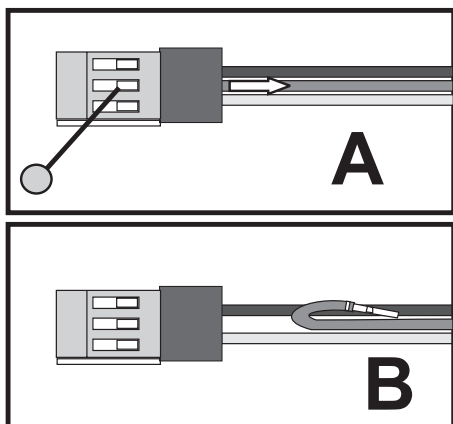

Figure 3
- Soulevez avec une épingle la languette de verrouillage du contact médian et retirez avec précaution le contact situé sur le câble de la fiche (voir figure 3 A).
- Pliez ensuite le contact à présent dénudé vers l'arrière (voir figure 3 B) puis isolez-le à l'aide d'un ruban adhésif et fixez-le au câble à 3 broches.